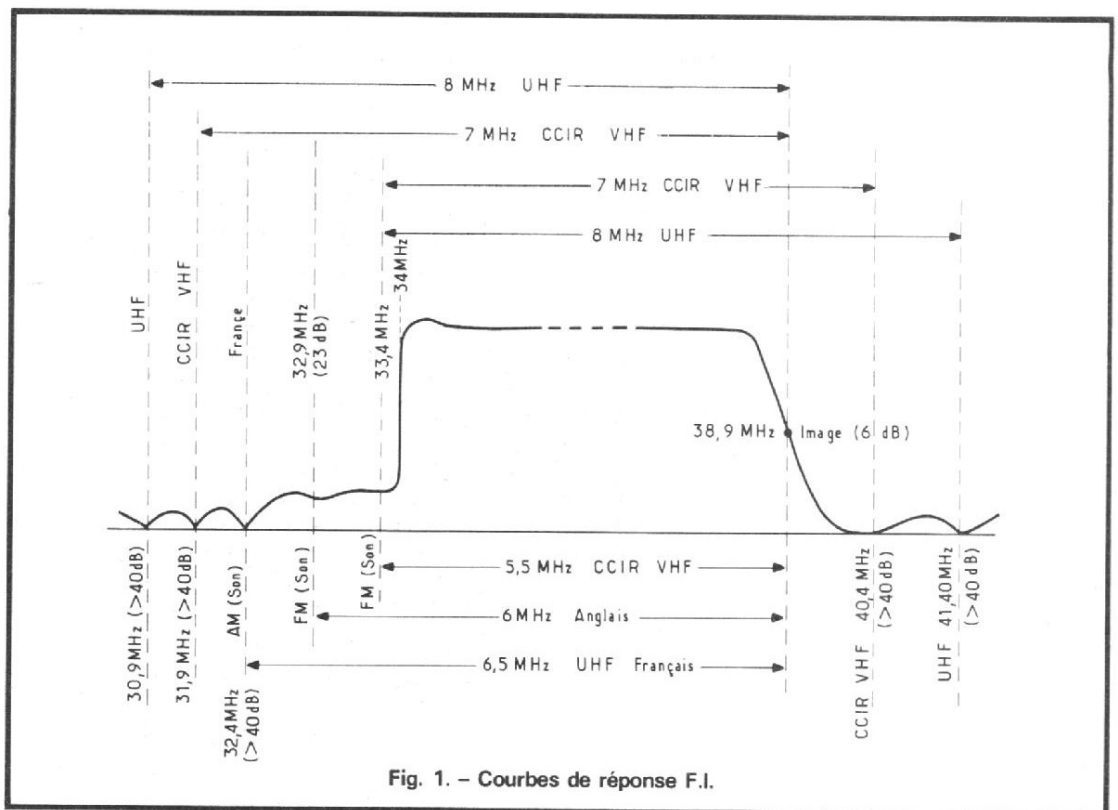

Fig. 1. - Courbes de réponse F.I.
Entrée par (2), sortie non détectée en (2'). La figure 1 montre l'amplification F.I. en C.C.I.R. avec l'image à 38,9 MHz, le son à 33,4 MHz (norme G) ou à 32,9 MHz (norme I anglais). Cette platine est suivie du circuit intégré TCA 540 qui a trois fonctions : amplification aperiodique, démodulateur synchrone et génération de la tension destinée à la commande automatique de fréquence.
La figure 1 montre les nombreuses fréquences de la partie F.I. qui assure la réception des standards suivants :